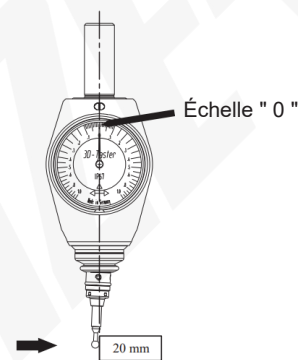

Fig. 6
- Approchez le bloc de calibrage du premier côté jusqu'à ce que l'aiguille indique "0" (Fig. 6).